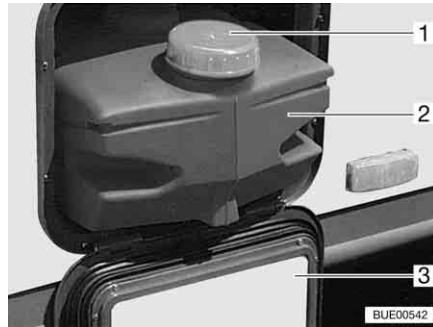

Fig. 180 Réservoir d'eau 22 l
Fermer le réservoir d'eau pendant le transport, à l'aide du couvercle de fermeture (Fig. 180,1).
- Ouvrir le portillon de service (Fig. 180,3) (voir chapitre 6).
- Soutirer le réservoir d'eau (Fig. 180,2).
- Soutirer le réservoir d'eau (Fig. 180,2) et le vidanger.